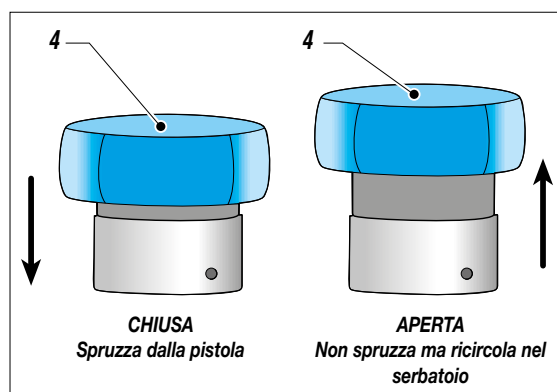

Fig. 4
- Aprire la valvola di ricircolo-sicurezza (4) come mostrato in Fig. 4